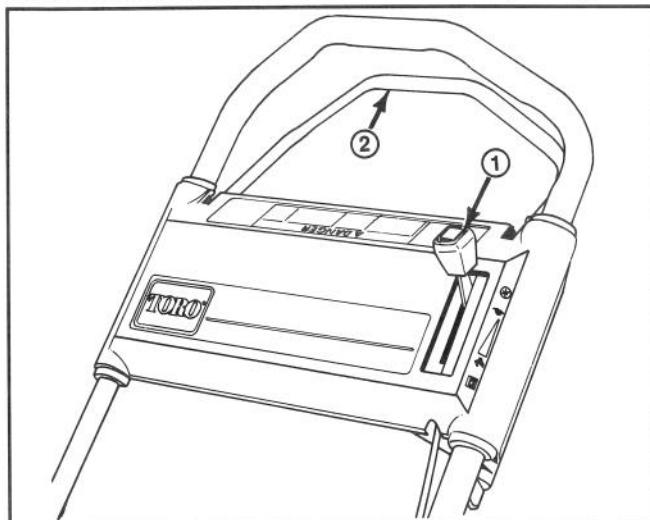

Abbildung 7
**STEUERVORRICHTUNG**—Gashebel und Antriebshebel (selbstgetriebenes Modell) befinden sich am oberen Griff (Abb. 7). Der Zündkapsel befindet sich vorne am Motor und der Seilstarter am Motoroberteil (Abb. 8).